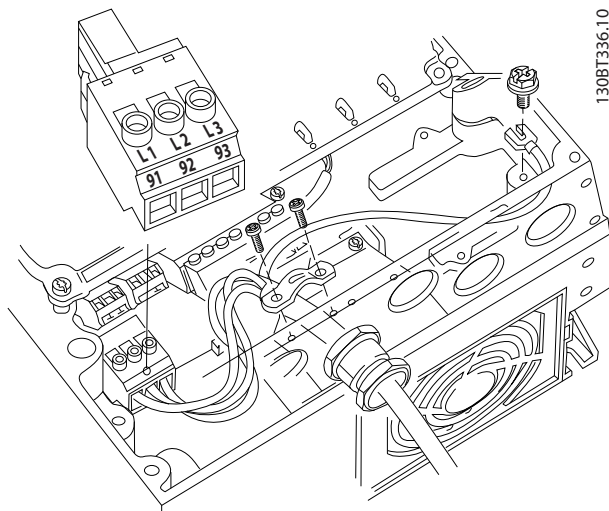

Abbildung 2.16 Netzanschluss
- Schließen Sie die 3 Phasen des Netzeingangs an die Klemmen L1, L2 und L3 an (siehe Abbildung 2.16).